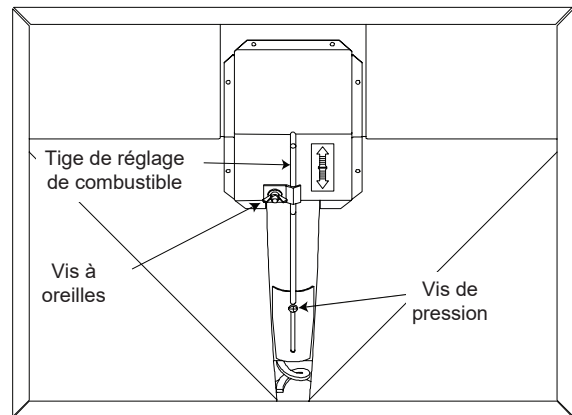

Figure 11.1 - Exemple
La tige de réglage du débit d'alimentation est réglée en usine et ce réglage devrait être adéquat pour la plupart des combustibles. La vis de pression se trouve au bas de la trémie. Elle a été desserrée en usine pour que la tige de réglage du combustible ne se déplace que quand on desserre l'écrou à oreilles (**Figure 11.1**). Ne resserrez pas cette vis de pression.
1. Desserrez l'écrou à oreilles (**Figure 11.1**).